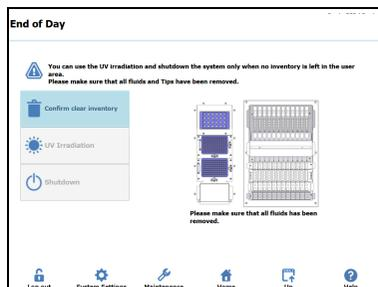

Figura 18: Schermata End of Day (Fine Giornata)
24. Nella schermata principale selezionare "End of Day" (Fine Giornata) per visualizzare la seguente schermata (Figura 18).